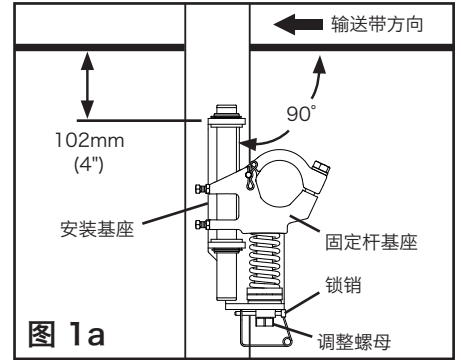

图 1a
1. **安装弹簧张紧装置安装基座。**相对于输送带方向的首选安装方向如图 1a 所示；如有必要，可按照与输送带相反方向安装张紧装置。用夹具将安装基座夹紧到相应位置，使基座的上边缘位于输送带下方 102mm (4") 处。将安装基座用螺栓固定或焊牢到相应位置。定位并将安装基座安装到另一侧。取下张紧装置锁销，然后转动调整螺母，让固定杆支架完全落下。